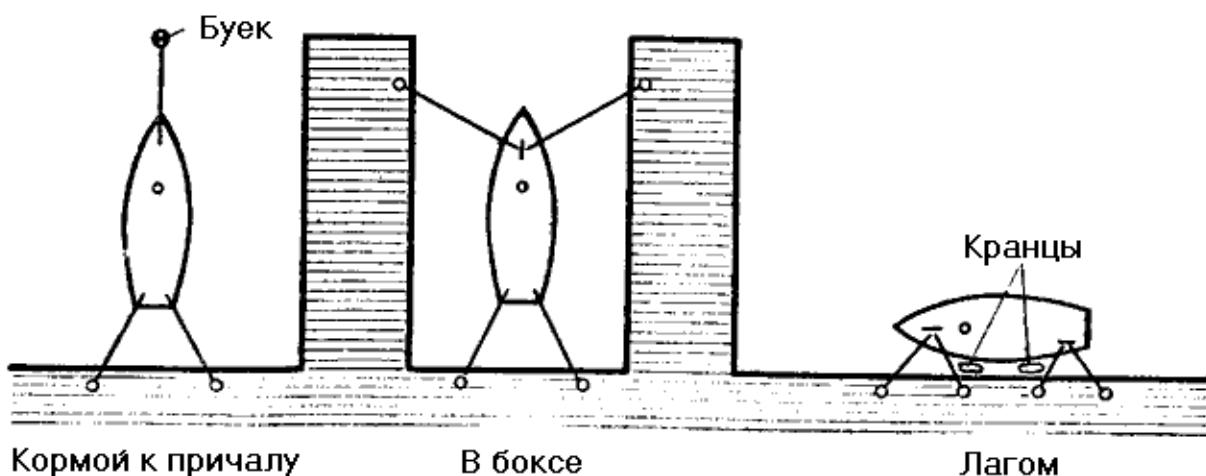

Рис. 131. Способы швартовки яхт
1. Швартовка кормой к причалу с заведенным на буек носовым швартовом или с отанным якорем. Чтобы положение кормы относительно причала было стабильным и в случае надобности можно было положить сходни, поданные на берег два кормовых швартова (правый и левый) разносят и крепят под углом к диаметральной плоскости яхты (рис. 131). Варианты такой швартовки — носом к причалу и двумя швартовами (с носа или с кормы) на два буйка.
Если яхта имеет штатную стоянку в боксе, то и с носа, и с кормы обязательно подают по два швартова. Длина их подбирается так, чтобы яхта стояла на одинаковом удалении от стенок бокса (рис. 131).
На стоянке у причала или борта другого судна лагом яхту нужно швартовать двумя швартовами с носа и двумя с кормы. Одну пару швартовов подают вперед и назад по причалу, чтобы судно не двигалось вдоль него; вторую пару крепят под прямым углом, прижимая яхту к причалу. Между причалом и бортом яхты обязательно вывешивают кранцы (рис. 131).